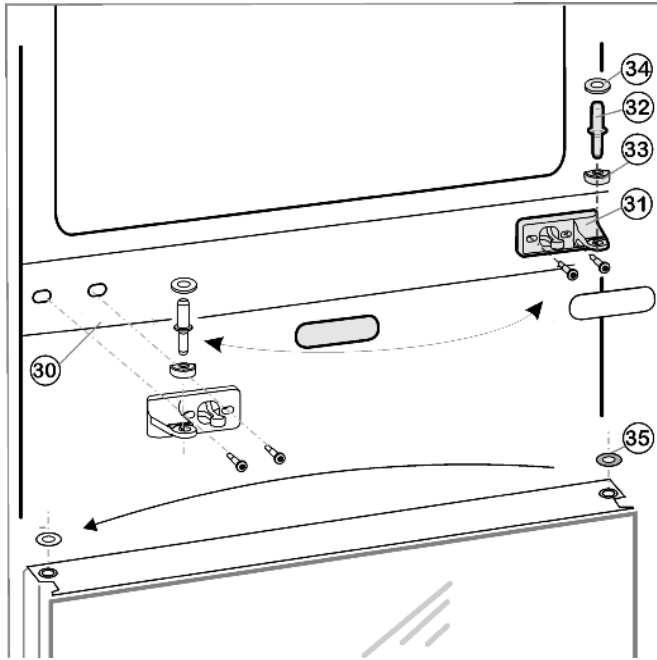
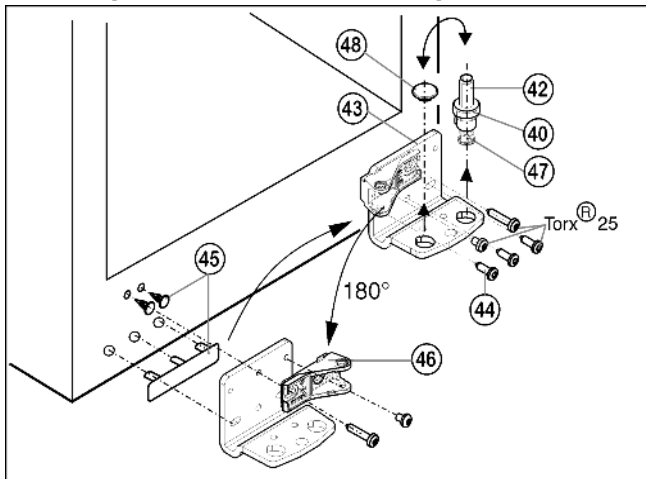

Рис. 11
Рис. 12
- ▶ Выньте средние опорные болты Рис. 11 (32), вместе с шайбой Рис. 11 (34) из опорного кронштейна и нижней двери.
- ▶ Снимите пластиковую заглушку - Рис. 11 (33).
- ▶ Отвинтите среднюю опорную деталь Рис. 11 (31).
- ▶ Осторожно снимите защитную крышку Рис. 11 (30).
- ▶ Повернув опорную деталь Рис. 11 (31) на 180°, крепко прикрутите ее на противоположную сторону (4 Nm).
- ▶ Повернув защитную крышку Рис. 11 (30) на 180°, зафиксируйте ее на противоположной стороне.
- ▶ Переставьте на двери шайбу Рис. 11 (35).
- ▶ Полностью выньте опорные болты Рис. 12 (42), вместе с шайбой Рис. 12 (40) и опорной ножкой Рис. 12 (47).
- ▶ Снимите заглушки Рис. 12 (48).
- ▶ Отвинтите Рис. 12 (44) опорный кронштейн Рис. 12 (43).
- ▶ Осторожно снимите защитную крышку Рис. 12 (45) со стороны ручки и переставьте на противоположную сторону.
- ▶ Прикрутите опорную деталь Рис. 12 (43) на противоположную сторону с помощью шуруповерта (4 Nm).
- ▶ Отвинтите опорную деталь Рис. 12 (46) и, повернув на 180°, снова вкрутите болт в продольное отверстие.
- ▶ Вставьте заглушки в другие отверстия Рис. 12 (48).
- ▶ Вставьте опорный болт Рис. 12 (42) с шайбой и опорной ножкой. При этом обратите внимание, что упор должен быть направлен назад.
- ▶ Снова наденьте пластмассовую заглушку Рис. 11 (33) на средний опорный кронштейн Рис. 11 (31).
- ▶ Вставьте средние опорные болты Рис. 11 (32) в средний опорный кронштейн Рис. 11 (31) на противоположной стороне нижней двери.
- ▶ Наденьте шайбы Рис. 11 (34) на средние опорные болты Рис. 11 (32).
- ▶ Насадите верхнюю дверь на опорные болты *Рис. 11 (32)*.
- ▶ Дверь можно выровнять с помощью подкручивания нижних *Рис. 12 (43)* и средних *Рис. 11 (31)* опорных кронштейнов в продольных отверстиях, находящихся на одной прямой. Для этого же подкрутите средние болты на опорном кронштейне снизу *Рис. 12 (43)*.